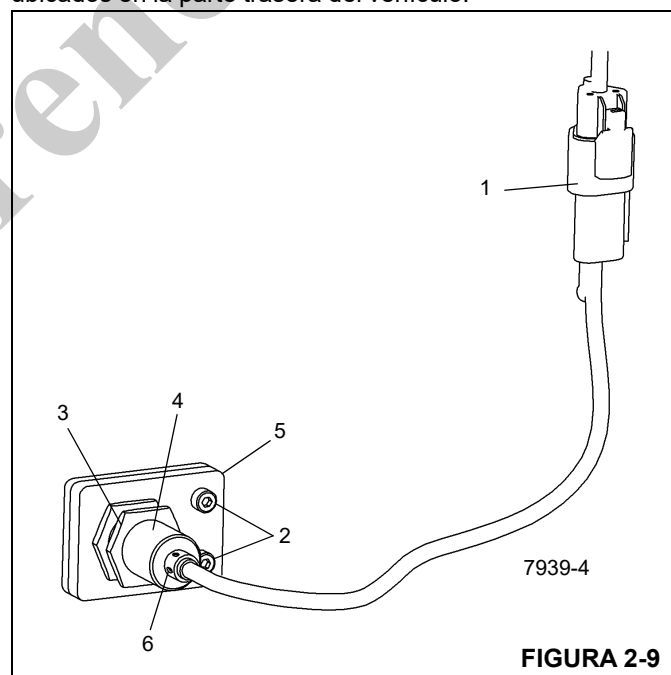

FIGURA 2-9
1. Desconecte el conector eléctrico (1, Figura 2-9) en el interruptor.
2. Retire los dos tornillos (2, Figura 2-9) que sujetan el conjunto de interruptor/escuadra de montaje a la caja del estabilizador.
3. Afloje la contratuerca (3, Figura 2-9) que sujeta el interruptor (4) a la escuadra de montaje; retire el interruptor.
2. Enrosque el interruptor (4, Figura 2-9) en la escuadra de montaje (5) de modo que la cara del interruptor sobresalga 10 mm a través de la escuadra.
3. Use los dos tornillos (2, Figura 2-9) para fijar el conjunto de interruptor/escuadra de montaje a la caja del estabilizador.
5. Apriete la contratuerca (3, Figura 2-9) en el interruptor.
6. Conecte el conector eléctrico (1, Figura 2-9) al interruptor.
7. Con la alimentación conectada y la viga del estabilizador completamente extendida, asegúrese de que el LED (6, Figura 2-9) del interruptor de proximidad se ilumine. Retraiga la viga del estabilizador y asegúrese de que el LED no se ilumine.